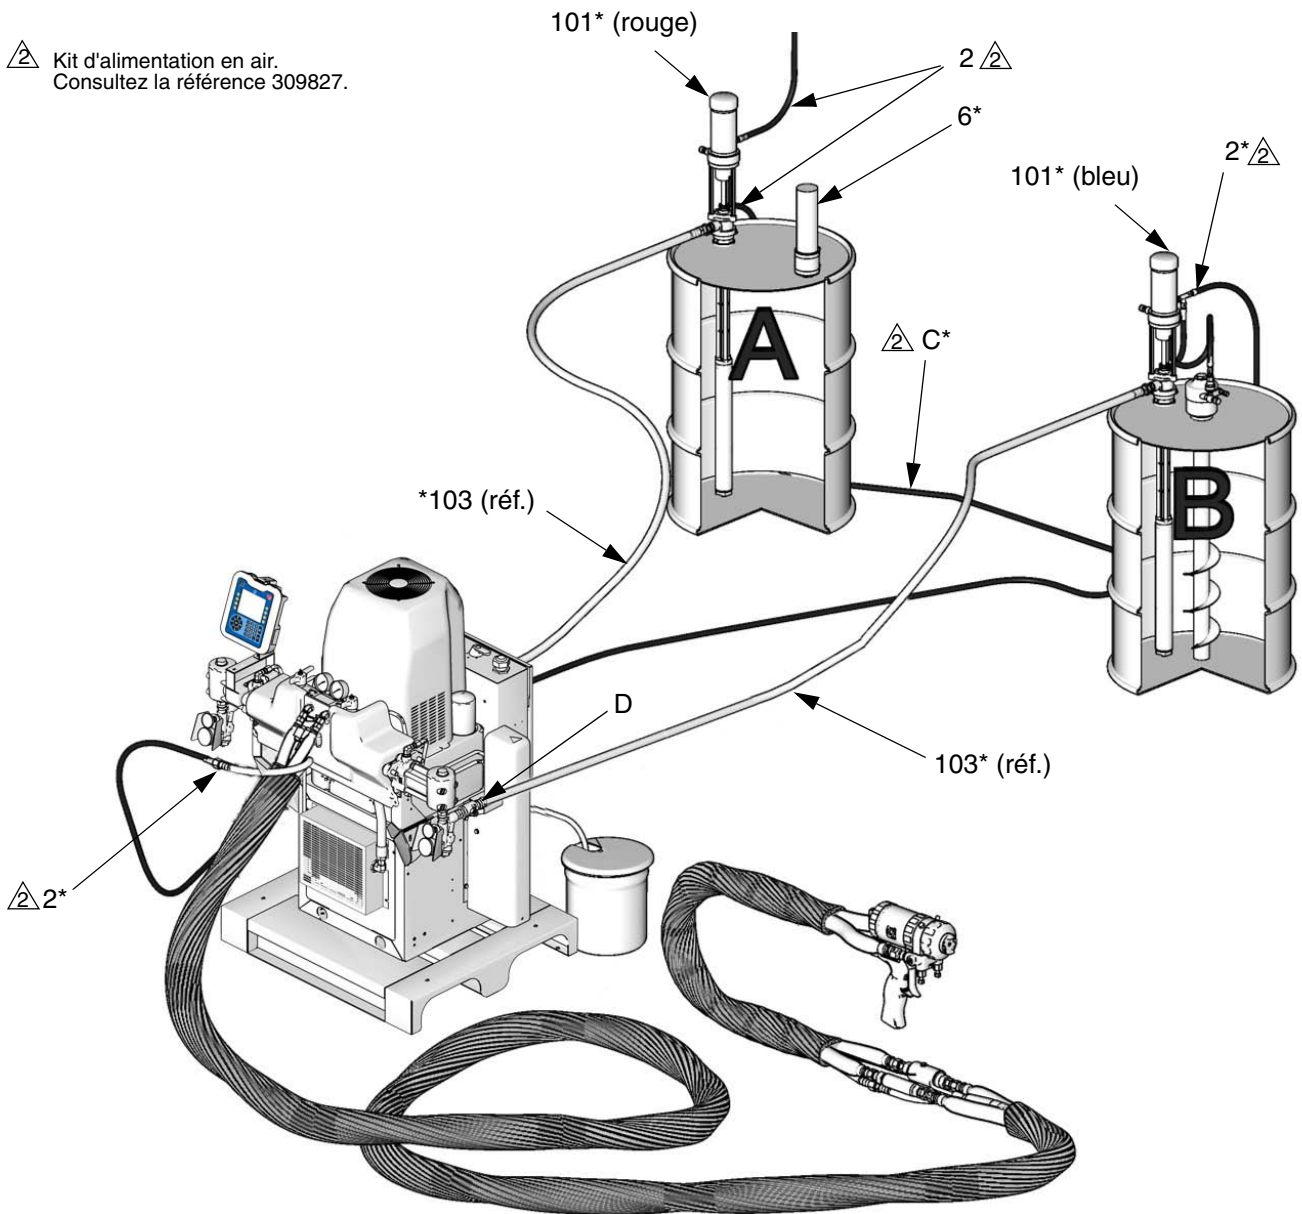

FIG. 1 : Installation
Placez les tambours de composant A (rouge) et de composant B (bleu) comme souhaité. Le flexible pneumatique (C) raccordant les pompes d'alimentation mesure 4,57 m (15 pi.). Consultez la FIG. 1.
5. Raccordez le flexible (103) entre le raccord pivot (102) et l'entrée pivot du système (D, consultez la FIG. 1).